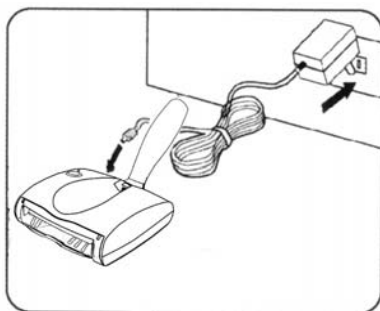

Fig. 6
1. Inserte el conector del cargador en la toma de carga del barredor que está en la parte posterior de la base. Luego enchufe el cargador a un tomacorriente (120V, CA, 60Hz.) en la pared. Utilice sólo el cargador/adaptador con salida de 6 V CD, 100mA provisto por el fabricante (Fig. 6).